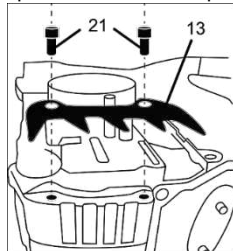

Рисунок 2
- Встановіть на передній частині корпусу зубчастий упор (13, рисунок 2) та зафіксуйте його гвинтами (21, рисунок 2) з комплекту поставки.